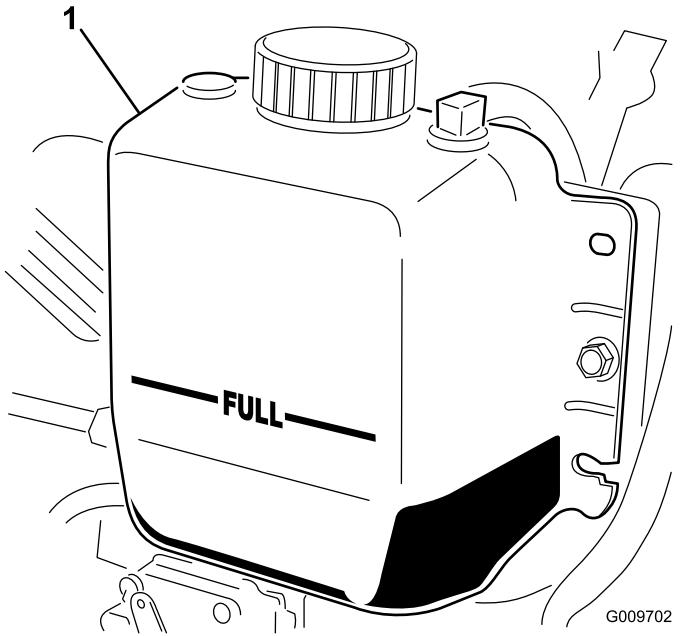

Figure 35
- Remarque:** Le radiateur doit être rempli jusqu'en haut du goulot de remplissage et le vase d'expansion jusqu'au repère maximum (Figure 35).